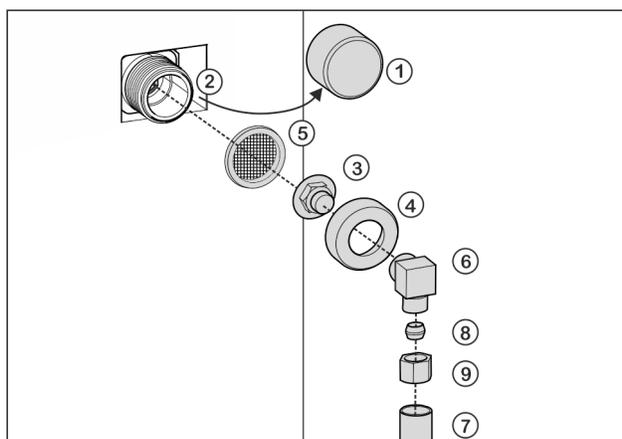

Fig. 22
- ▶ Enlever le bouchon *Fig. 22 (1)* de l'électrovanne *Fig. 22 (2)*.
- ▶ Insérer la pièce de raccordement *Fig. 22 (3)* dans l'écrou-raccord *Fig. 22 (4)*.
- ▶ Insérer le filtre *Fig. 22 (5)* avec la cavité dirigée vers le bas en direction de la pièce de raccordement *Fig. 22 (3)*.
- ▶ Visser l'écrou-raccord *Fig. 22 (4)* à la main sur le filetage de l'électrovanne *Fig. 22 (2)* jusqu'à ce qu'il soit bien positionné.
- ▶ Visser le coude *Fig. 22 (6)*.
- ▶ Raccorder la conduite d'eau *Fig. 22 (7)* (par ex. conduite en cuivre de 1/4" OD) au coude *Fig. 22 (6)* à l'aide de la bague de serrage *Fig. 22 (8)* et de l'écrou *Fig. 22 (9)*.
- ▶ Si nécessaire : Fixer la conduite d'eau *Fig. 22 (7)* sur le boîtier à l'aide de l'étrier d'arrêt.
- ▶ Mettre le coude *Fig. 22 (6)* de côté.
- ▶ Raccorder la conduite d'eau *Fig. 22 (7)* (par ex. conduite en cuivre 1/4" OD) à la pièce de raccordement *Fig. 22 (3)* avec une bague de serrage *Fig. 22 (8)* et un écrou *Fig. 22 (9)*.